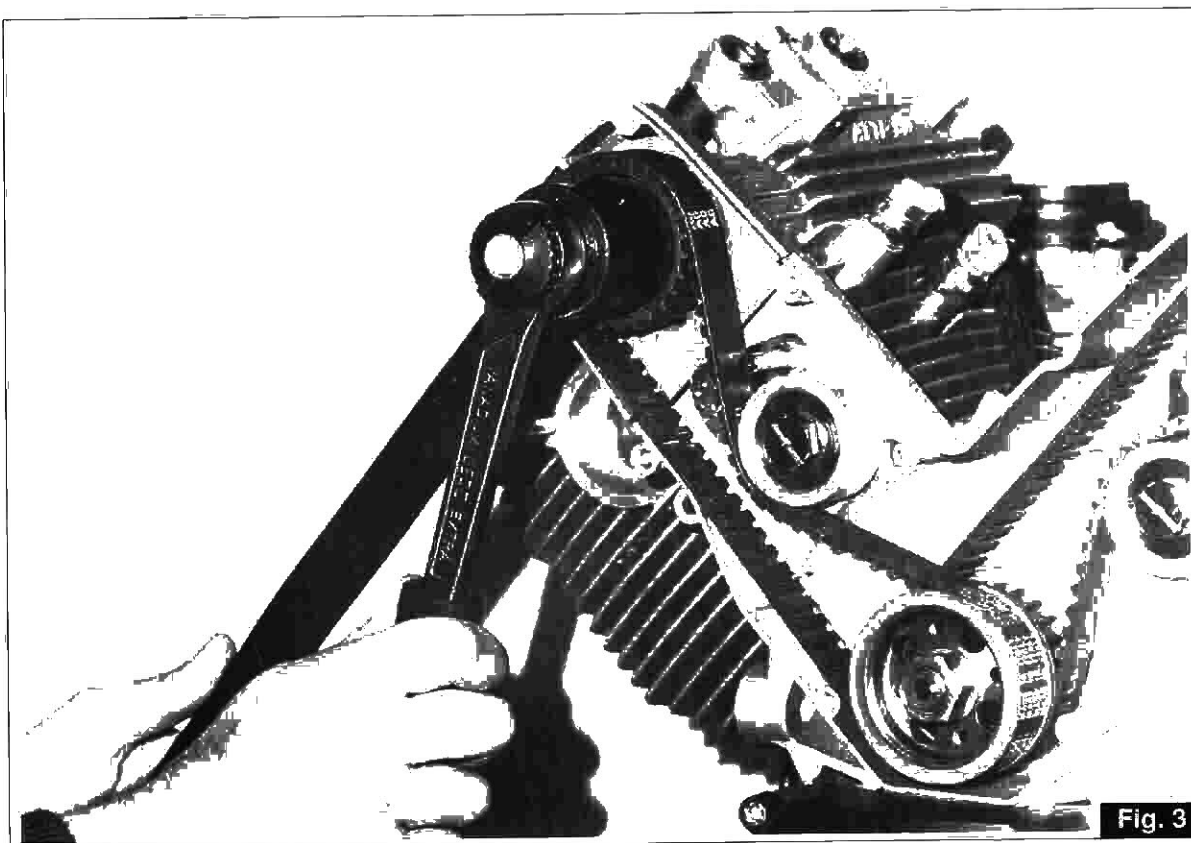

Fig. 3
- Utilizzando l'apposito attrezzo di tenuta cod. 30 92 73 00 allentare i dadi centrali di fissaggio delle pulegge sugli alberi a camme (fig. 3).
- Using the appropriate seal tool cod. 30 92 73 00, loosen the central securing nuts on the cam shaft pulleys (fig.3).